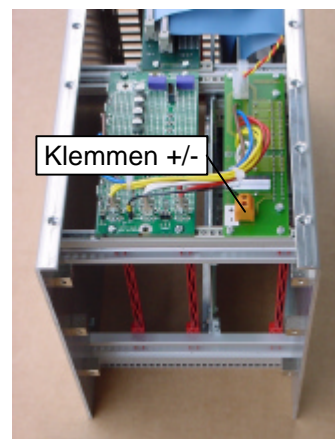

Abbildung 18: "offenes" schmales OMR500
3. Lösen Sie die Versorgungslitzen des oder der Lüfter von den Klemmen (siehe Abbildung 18: Klemmen +/-).
4. Verbinden Sie die Versorgungslitzen der neuen Lüfterbaugruppe mit den Klemmen (roter Draht: Klemme +, schwarzer Draht: Klemme -; siehe Abbildung 18).